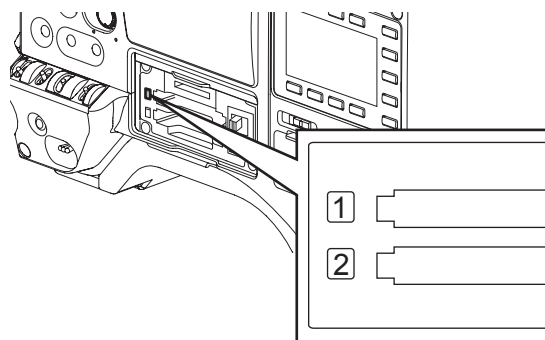

図 2
- 3 P2 カードをカードスロットに挿入し、スロットカバーを閉める。(図 2)